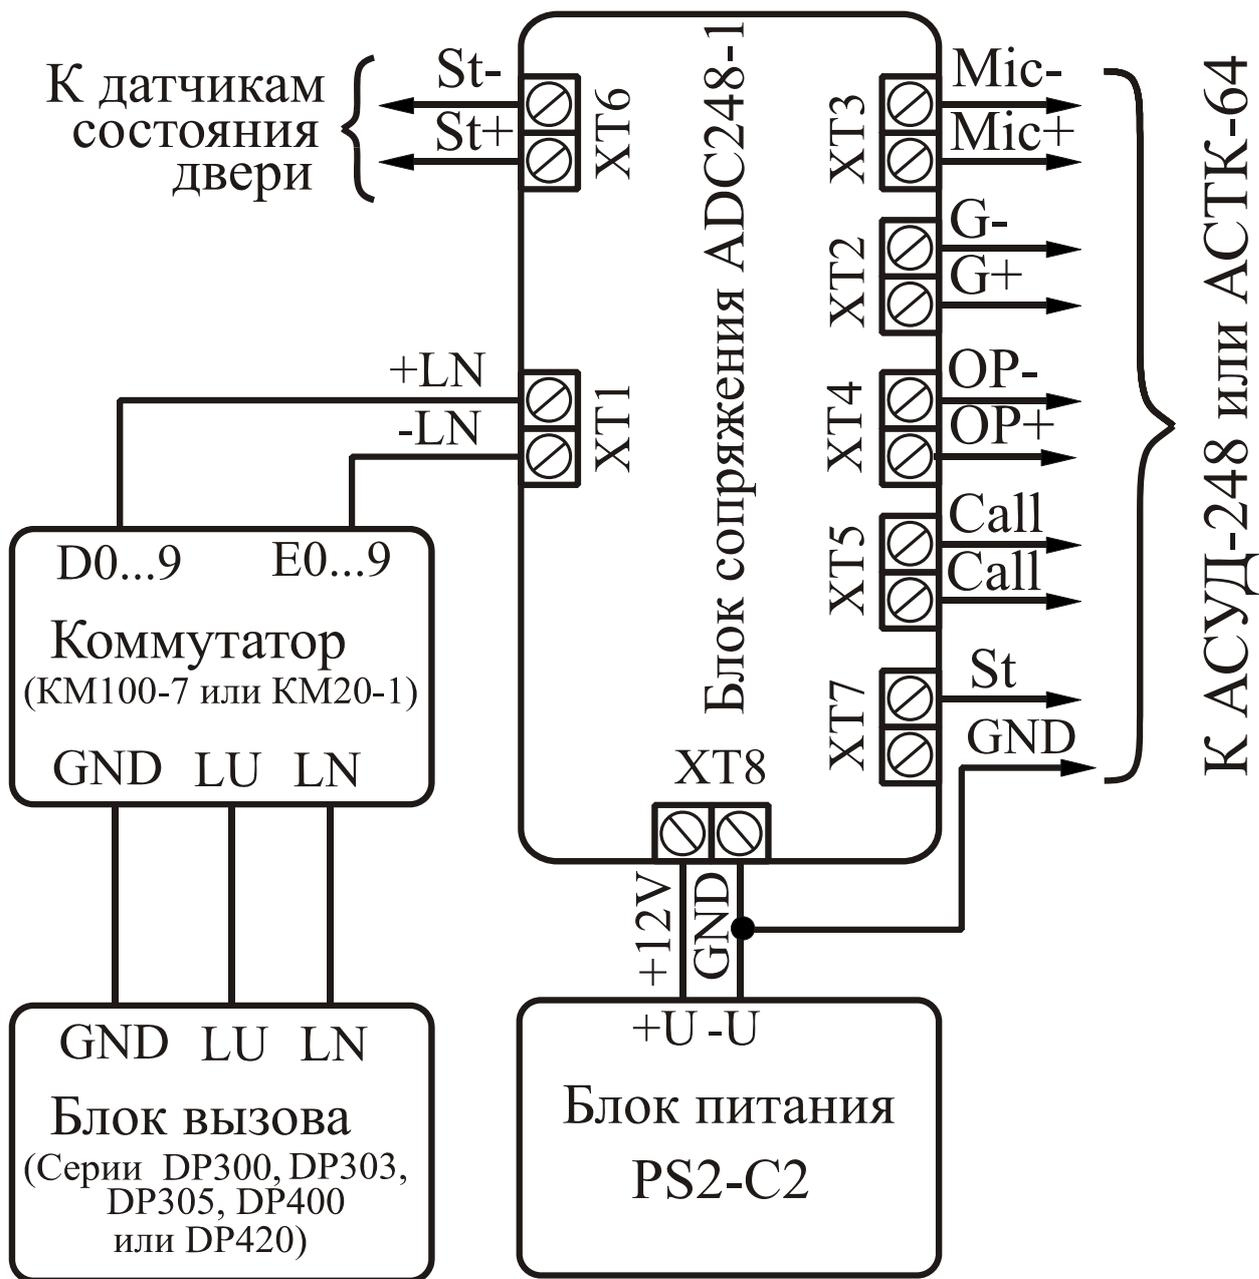

Рис.3 Схема подключения ADC248-1 к АСУД и домофонным комплексам.
7.2.2 В таблице 2 представлены позиционное и условное обозначения контактов разъемов ADC248-1, их функциональное назначение. На рис.3 показана схема подключения ADC248-1 к АСУД и домофонным комплексам. На рис.4 показана схема подключения ADC248-1 к АСУД и ППКООП "ФОРПОСТ" или ППКУОП "ELTIS GORN". На рис.5 показана схема соединения ADC248-1 с АСУД.